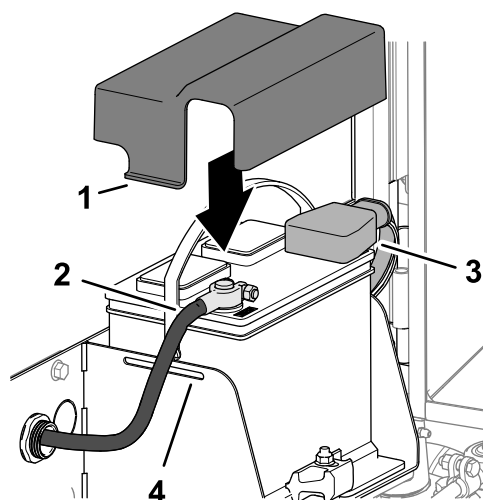

図 98
- バッテリーのプラス端子に、プラスケーブル赤を接続する **図 98**。